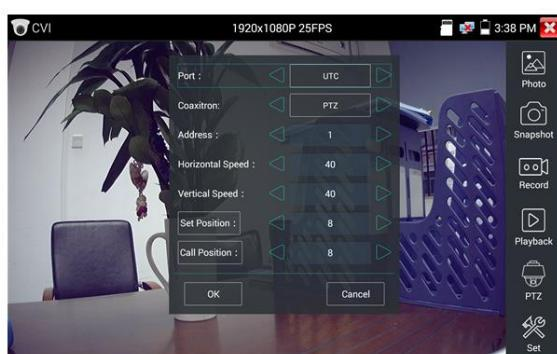

Рис. 74 Настройки для управления PTZ CVI видеокамерой по коаксиальному кабелю
- 3) В строке Coaxitron выберите соответственно PTZ (рис. 74);